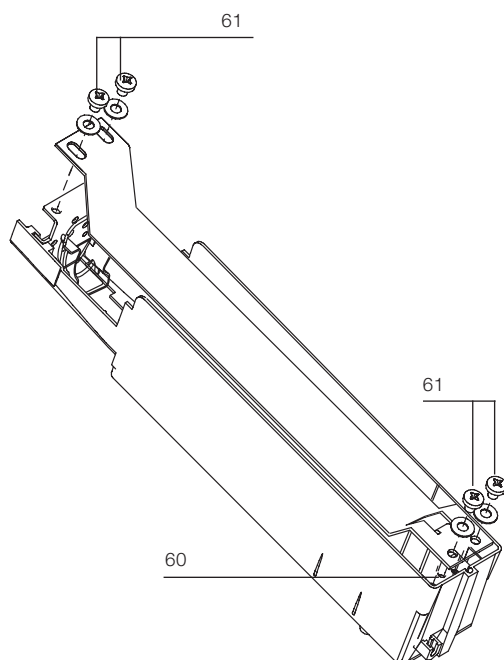

Fig. 21
a) Mounting (fig. 21)
b) Dismantling (fig. 21)